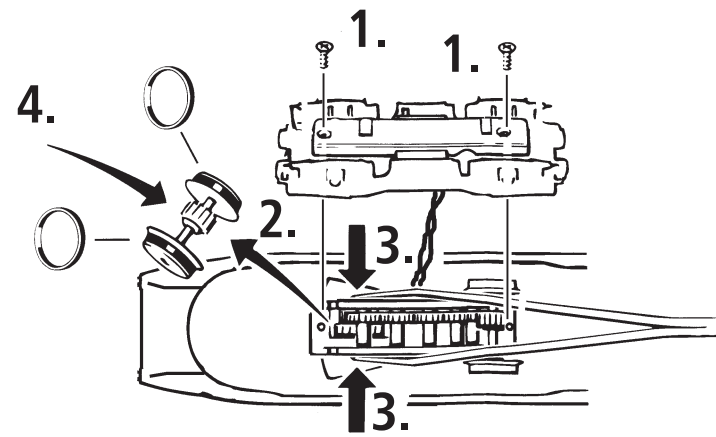

Fig. 8
**Ausführung für Wechselstrom:** siehe Fig. 8
**A.C. operation:** see fig. 8